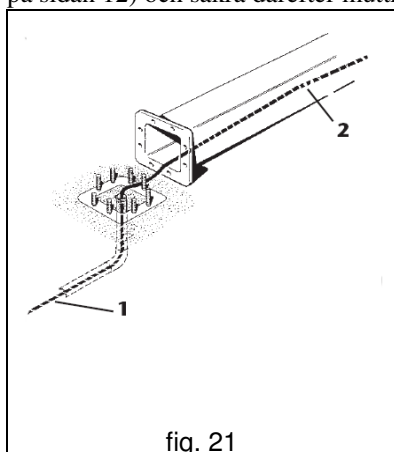

fig. 21
- a. Om kabeln **1** har dragits genom röret i fundamentet ska den föras in direkt i pelaren till den når hålet **2** i pelarens övre ände (fig. 21),